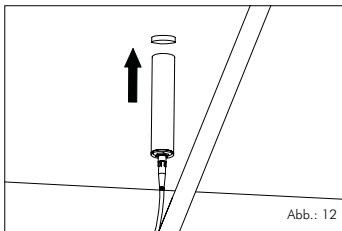

Abb.: 12
**6** Bodendeckel der Harzkartusche entfernen (siehe Abb.: 12).